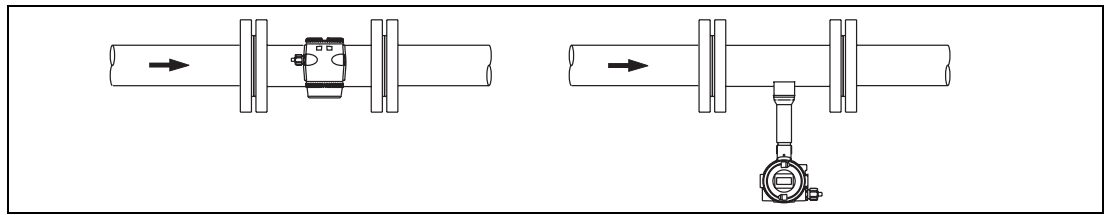

Рис. 16: Установка при температуре жидкости, превышающей 150 °С.
- **при высокой температуре измеряемых веществ (>150 °С) корпус вторичного преобразователя расходомера должен быть установлен в горизонтальной плоскости или в нижнем положении (Рис. 16).**